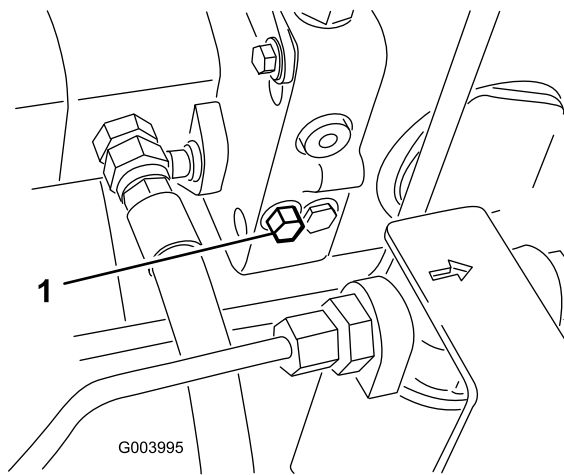

図 37
1. バイパスバルブはハイドロスタットの左側にある 図 37。ボルトを右または左に1.5回転させると内部でバイパスが形成される。